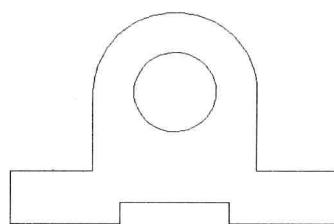
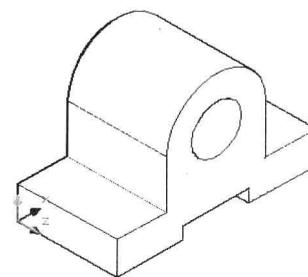

图 8-4-1
图 8-4-2
- (1) 打开素材文件“8-4.dwg”，在前视图绘制的平面图，如图 8-4-1 所示。
- (2) 在“建模”面板中单击“按住／拖动”按钮，在图形内部单击，输入拉伸高度“30”，按 Enter 键，创建三维实体。
(3) 在“视图”面板单击视图样式栏，弹出视觉样式列表，选择“三维隐藏”，单击视图选择栏，在弹出的列表中，选择视图名称“西南等轴测”，观察模型如图 8-4-2 所示。